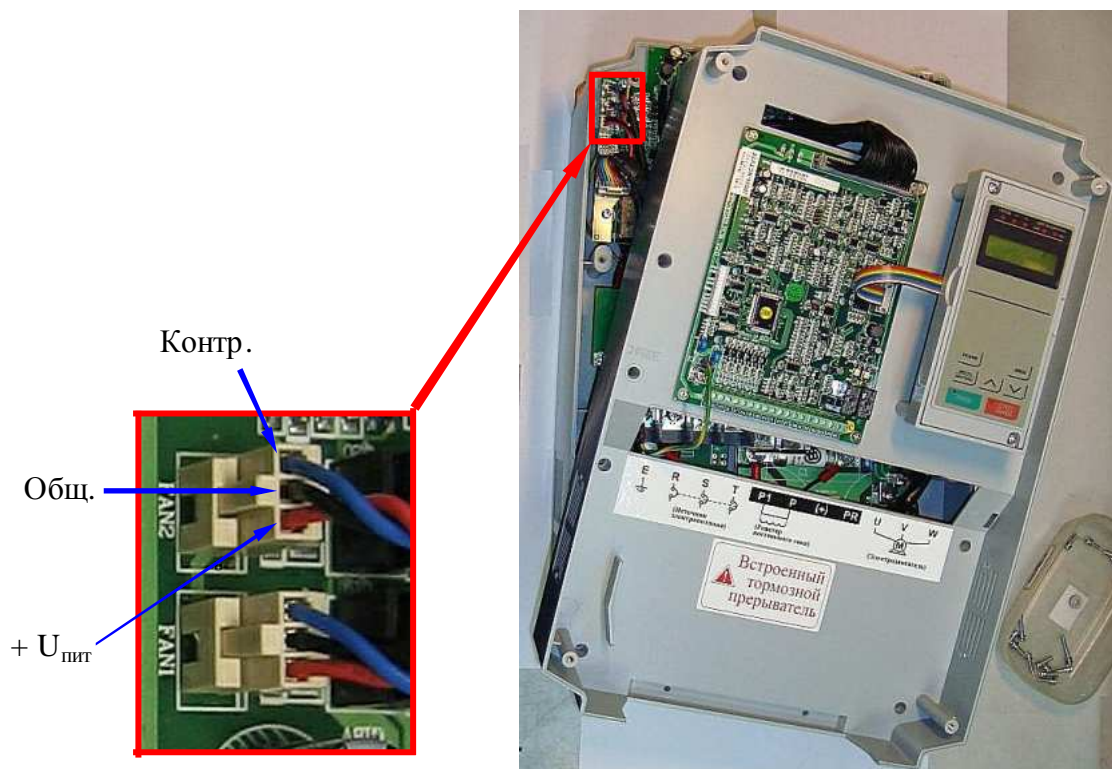

Рис. 4.22. Диагностика вентиляторов.
4.9.1. Соединить плату драйверов с платой ЦП при помощи жгута платы ЦП (п. 19 в табл. 4.1), как показано на рис.4.22.
4.10.3. Отсоединить разъем вентилятора от платы драйверов и проверить его вращение, подав напряжение ≈ 24 В от источника питания (п.3.4.3) между контактами +Uпит и Общ (рис.4.22). При отсутствии вращения – вентилятор заменить (п. 5.3).
- 4.10.5. В случае появления сообщения об ошибке «ОН2» поочередно измерить напряжение на разъемах FAN 1 и FAN 2 между выводами Общ. и Контр. (см. рис. 4.22). У исправного вентилятора напряжение при работе должно составлять менее 1 В. Если напряжение составляет 13...18 В - вентилятор неисправен, он подлежит замене (п. 5.3).